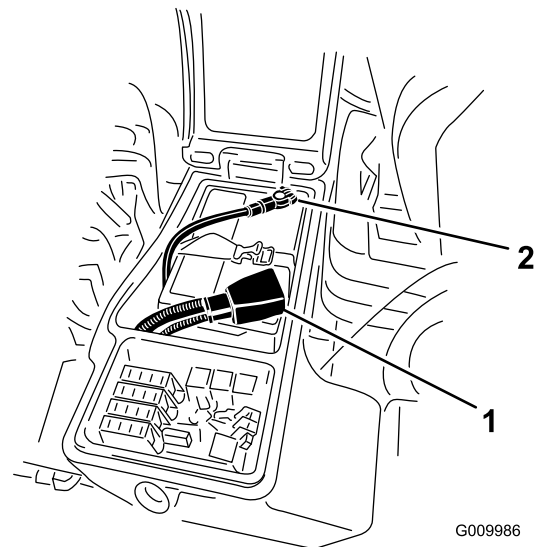

Figura 98
3. Retire el cable negativo (negro) del terminal negativo (-) y el cable positivo (rojo) del terminal positivo (+) de la batería (Figura 98).
6. Conecte el cable positivo (rojo) al borne positivo (+) y el cable negativo (negro) al borne negativo (-) de la batería (Figura 98).